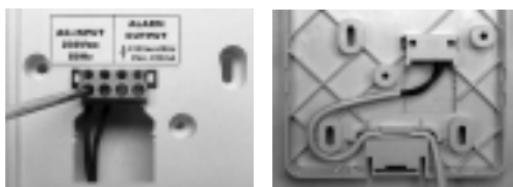

Figure 4. Câblage.
Le détecteur doit être directement et en permanence raccordé au secteur (230V) en connectant le câble du réseau à la borne du support, aux **2 pôles du côté gauche du connecteur** marqués "AC-INPUT 230V" (Voir Figure 4), en laissant les 2 autres marqués "ALARM OUTPUT" pour le raccordement à une valve de coupure à 230V.
- 1.-** Raccorder le câble d'alimentation fourni à la borne. (Voir Figure 4).